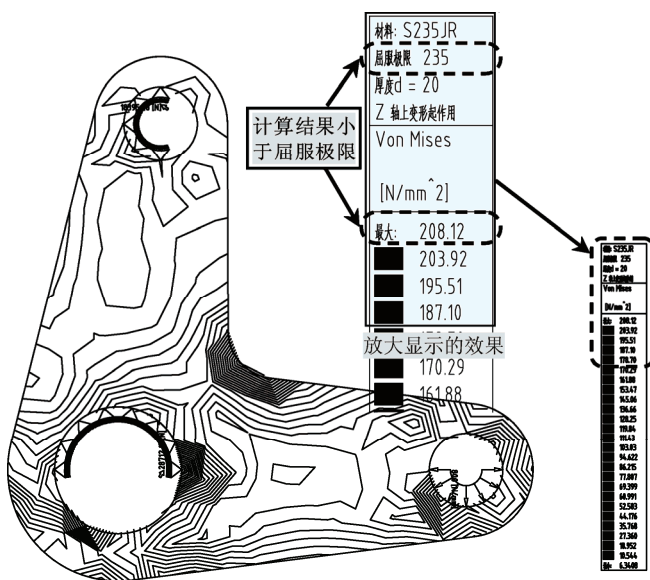

图 13-31 最终结果
9) 将零件外轮廓向外偏移 4, 再对零件进行有限元分析, 结果如图 13-31 所示。在“计算结果”表格中可以看出, 计算结果小于屈服极限值。